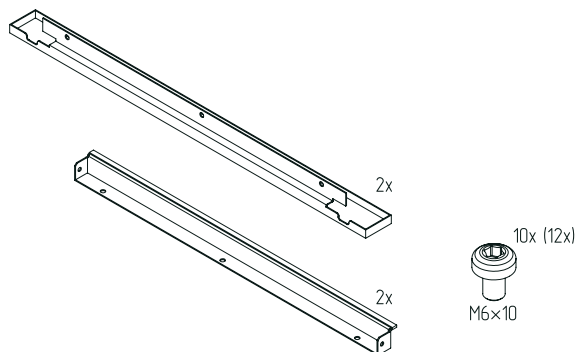

Рисунок 1 – Фальш-панель компенсационная
- проверить комплектность (рисунок 1, 2).